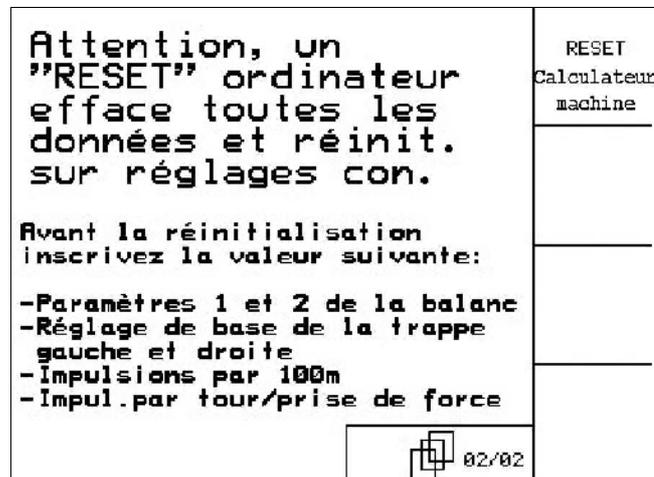

Fig. 59
- Page 2 du menu Setup (Fig. 59):